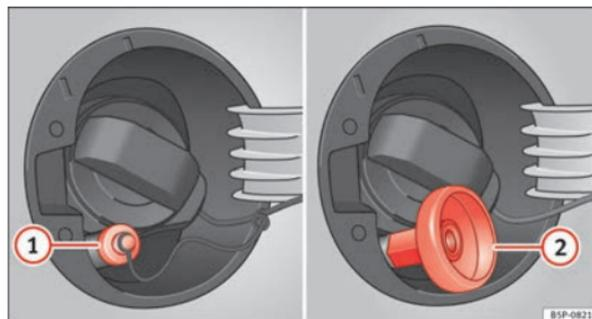

Fig. 160 Sportellino del serbatoio con bocchettone di rifornimento del GPL e adattatore.
- Togliere il tappo del bocchettone di rifornimento del gas ⇒ fig. 160 ①.
- Avvitare l'adattatore corrispondente ② al bocchettone di rifornimento del GPL.